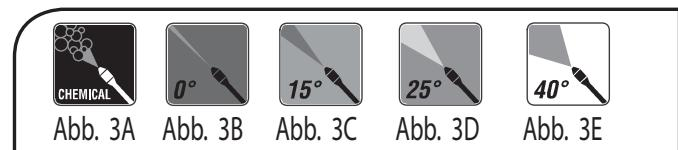

Abb. 3A Abb. 3B Abb. 3C Abb. 3D Abb. 3E
- Düse für niedrigen Druck (Abb. 3A, "CHEMICAL"):